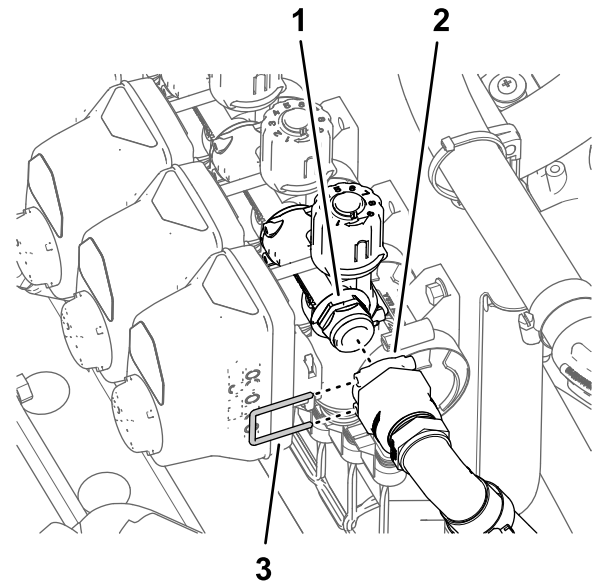

Bild 111
2. Befestigen Sie das Schnellanschluss-Anschlussstück des Überlaufschlauchs am Schnelltrennanchlussstück des Sicherheitsventils am Düsenventil 10 (Bild 111).
3. Befestigen Sie die Schnelltrennanchlussstücke für den Überlaufschlauch und das Sicherheitsventil mit dem Halter (Bild 111).